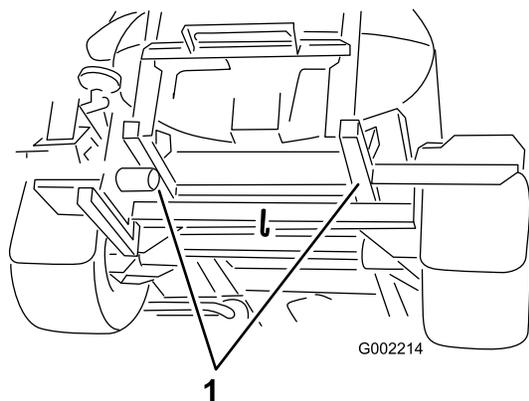

Figura 30
3. Aprite la vite di spurgo dell'aria, situata sulla pompa di iniezione del carburante (Figura 30).